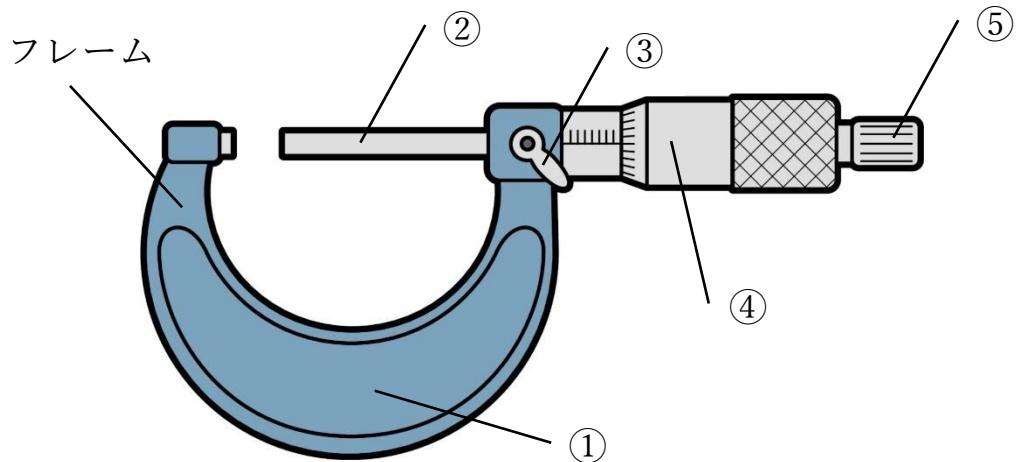

図 1
- (1) 図1において、①から⑤までの各部の一般的な名称を書け。
- (2) 図1の①、③、⑤の役割を答えよ。